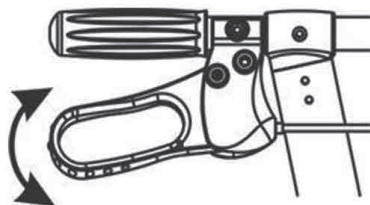

Fig. 1
1. Per rallentare o fermare il deambulatore, tirare la leva del freno. Rilasciare la leva del freno per riprendere a muoversi (fig. 1).